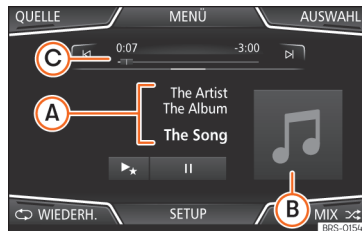

Abb. 203 Hauptmenü MEDIA.
- Drücken Sie die Infotainment-Taste **MENU** /  und wählen Sie anschließend **Medien**, um das Hauptmenü *MEDIEN* zu öffnen » **Abb. 203**.
Die derzeit gespielte Medienquelle wird beim Antippen der Funktionsfläche **QUELLE** » Abb. 203 im Pull-down-Menü angezeigt.